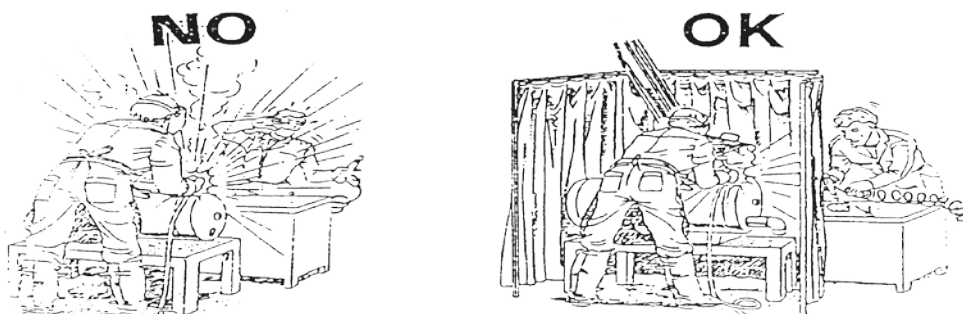

Рис. 3
- Сварка должна проходить в закрытом помещении, которое не должно быть смежным с другими рабочими помещениями, чтобы защитить рабочих от излучения и испарений. Если невозможно обеспечить закрытое помещение, то зона сварки должна быть отделена специальным, большим защитным ограждением черного цвета, чтобы процесс сварки не был виден людям, находящимся рядом (рис.3).